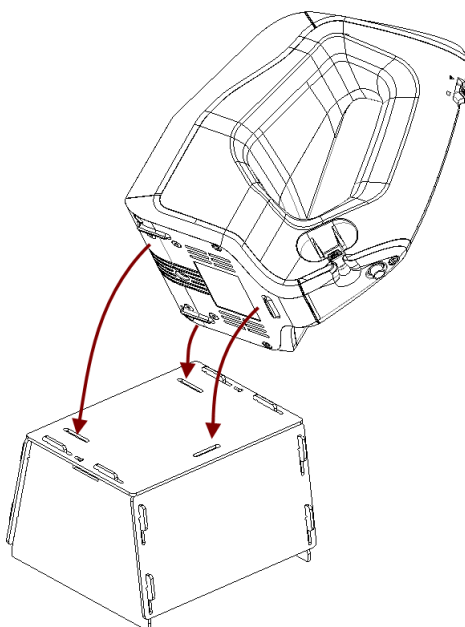

Рис. 11.7: Установка Artec Spider на подставку
3. Разместите сканер на подставке, убедившись, что три ножки сканера вошли в три соответствующих отверстия подставки (см. Рис. 11.7).